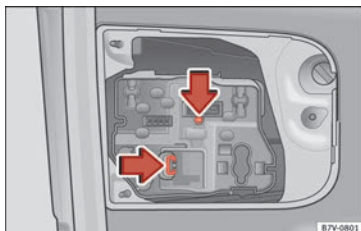

Bild 112 På bagageluckan: demontera lamp-hållaren
4. Tryck på fästets flikar i den riktning som pilen visar » bild 112 och dra ut lamphållaren.